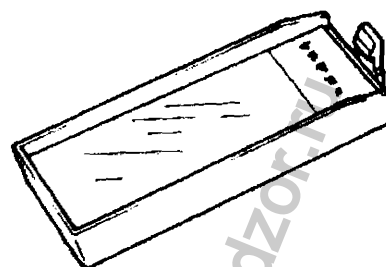

Рисунок 3-2
1. Напишите название образца на чистой поверхности стеклянной пластинки. Поместите пластинку матовым участком вверх в держатель камеры для образцов (1). Смотри Рис. 3-2.